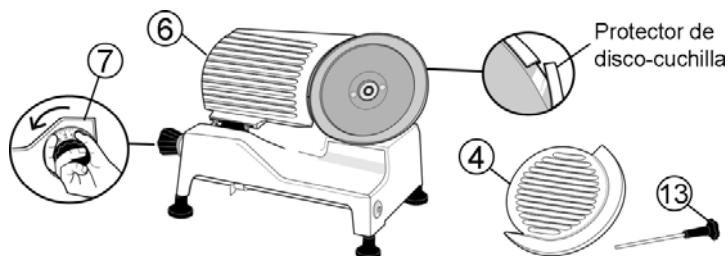

FIG 1. CÓMO QUITAR EL PROTECTOR DEL DISCO-CUCHILLA
- C. Saque el ensamble de carro. Haga lo mismo con el ensamble de la base (1) levantándolo con la ayuda de otra persona.
- E. Retire el protector plástico de la orilla de la cuchilla o disco (5) siguiendo las siguientes instrucciones (**Ver Fig. 1**)
- Gire la Perilla reguladora de corte (7) en contra de las manecillas del reloj hasta que se detenga.
- Quite el plato de protección (4) después de desatornillar la perilla del disco (13) ubicada en la parte posterior.
- Una vez que haya retirado el protector de l disco-cuchilla, vuelva a colocar el plato de protección (4) y asegúrelo con la perilla (13). Ajuste la plancha (6) con el regulador de corte (7).